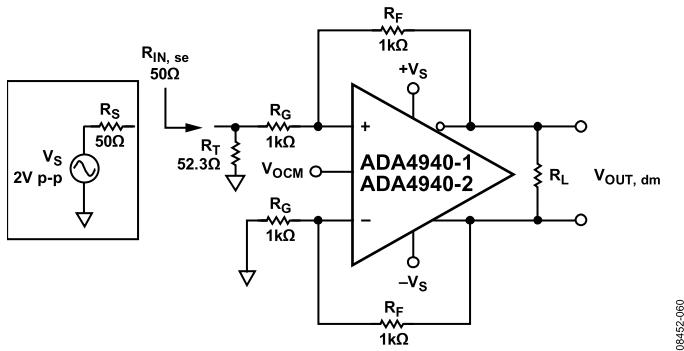

图67. 添加端接电阻 $R_T$
3. 图67表明，由于添加了端接电阻，现在上反馈环路中的有效 $R_G$ 大于下环路中的 $R_G$ 。为了补偿增益电阻的不平衡性，需要添加一个校正电阻( $R_{TS}$ )，并使其与下环路中的 $R_G$ 串联。 $R_{TS}$ 是源电阻 $R_S$ 和端接电阻 $R_T$ 的戴维宁等效值，等于 $R_S || R_T$